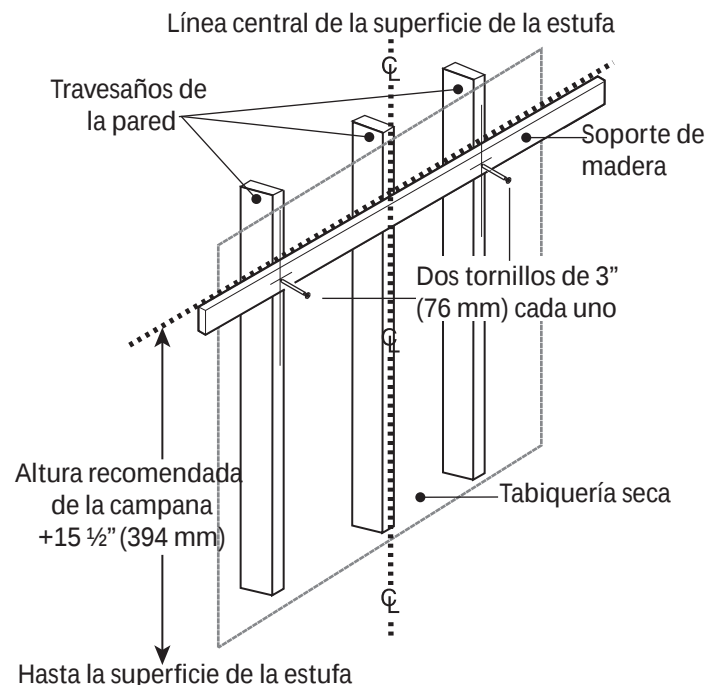

Figura 7: Instalación del soporte de madera
4. Localice un travesaño de pared a cada lado de la línea central de la campana. Usará estos travesaños para fijar el soporte de madera a la pared, como se muestra en la *Figura 7*.
7. Use dos o tres tornillos de 3 pulg. (76 mm), según el modelo, para fijar el soporte a la pared, como se muestra en la *Figura 7*. Para sujetar campanas más anchas, use tres travesaños. Taladre la madera para que las cabezas de los tornillos no interfieran con la campana.8.